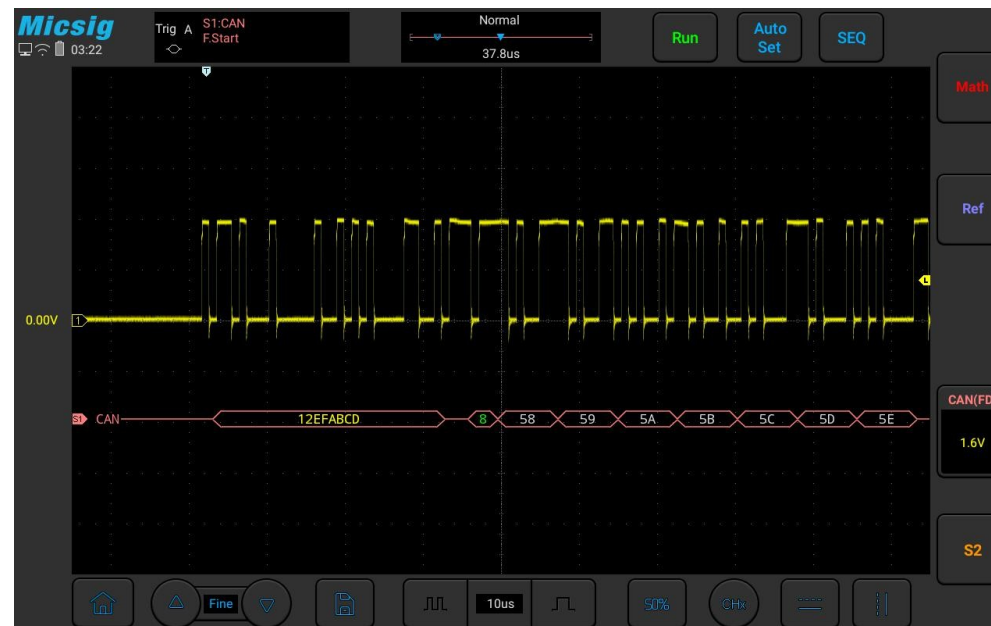

Abbildung 11-16 Grafische CAN-Benutzeroberfläche
- (1) Tippen Sie auf S1, um den Dekodierkanal zu öffnen, und tippen Sie erneut auf S1, um das Buskonfigurationsmenü zu öffnen;
- (2) Wählen Sie als Bus-Typ „CAN“ aus und klicken Sie anschließend auf „Ch1“, „Idle High“ und „1 Mb/s“. Klicken Sie nach der Einstellung auf den leeren Bereich, um das Menü zu schließen;
- (3) Öffnen Sie das Konfigurationsmenü für den Triggermodus und klicken Sie auf „Frame Start“;
- (4) Passen Sie den Schwellenwert entsprechend der Signalamplitude an; die grafische CAN-Trigger-Oberfläche ist in Abbildung 11-16 dargestellt: